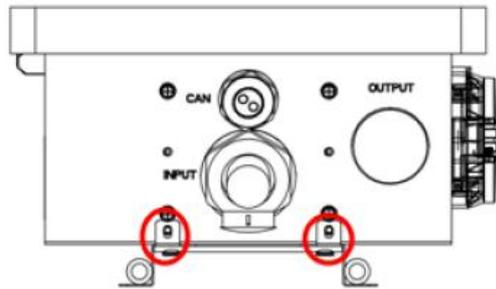

Figure 16 – Fixation au mur
- 4) Emboîter, comme sur la Figure 16, la station sur le support